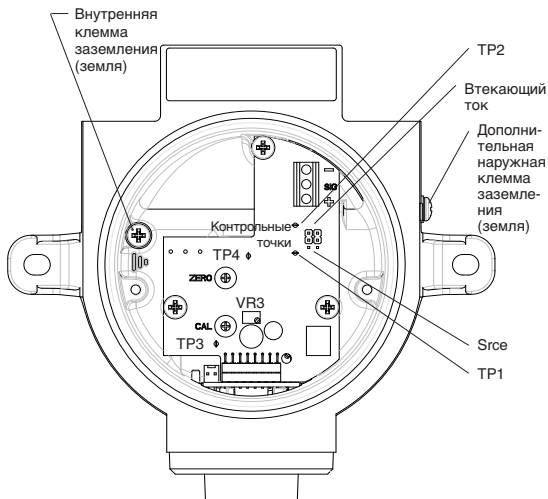

Рис. 12. Компоновка печатной платы детектора **Xgard** типа 5 (показана без защитной панели платы).
Все соединения выполняются с помощью клеммной колодки с винтовыми прижимными клеммами, расположенной на плате в соединительной коробке. На клеммах имеется маркировка '+' и '-'; при подключении детектора к управляющему устройству следует соблюдать полярность. На заводе детектор Xgard типа 5 настраивается как устройство с втекающим током, если при заказе не указывается иное. Для его переналадки в режим вытекающего тока необходимо открыть соединительную коробку и переставить две перемычки на плате усилителя из положения sink (потребитель) в положение srce (источник), как показано на рис. 12.
Примечание. Заземление детектора газов Xgard выполняется с помощью встроенной клеммы заземления (см. рис. 12). Внешняя клемма заземления (см. рис. 12) может использоваться только для дополнительного электрического соединения и только если это разрешено или требуется местными органами власти. Для ограничения радиочастотных помех соединительную коробку и оплетку кабеля следует заземлить на панель управления. Заземляющие соединения можно выполнять только в безопасной зоне, при этом следует избегать образования контуров заземления.
5. Перед началом калибровки детектора необходимо привести в равновесие схему с включенными в нее пеллисторами. Для этого следует снять пластину платы усилителя и подсоединить цифровой вольтметр к контрольным точкам, обозначенным 'TP3' и 'TP4', как показано на рис. 12. Установив на цифровом вольтметре милливольтный диапазон измерения постоянного напряжения, регулировать потенциометр, обозначенный 'VR3'; пока показания вольтметра не составят 0,00 мВ. После этого можно установить пластину платы на место.
6. Чтобы обнулить показания детектора, следует подсоединить цифровой вольтметр к контрольным точкам, обозначенным 'TP1' и 'TP2', как показано на рис. 12.